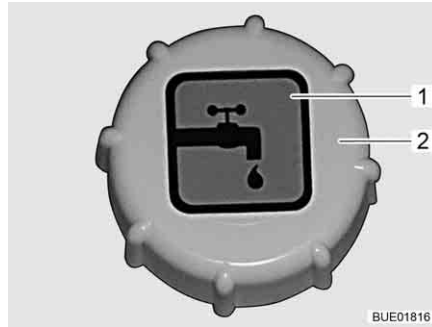

Bild 219 Lock för påfyllningsöppningen för dricksvatten
Påfyllningsöppningen för dricksvatten är märkt med symbolen "🔑" (Bild 219,1).
- Vrid locket (Bild 219,2) moturs och tag bort det.